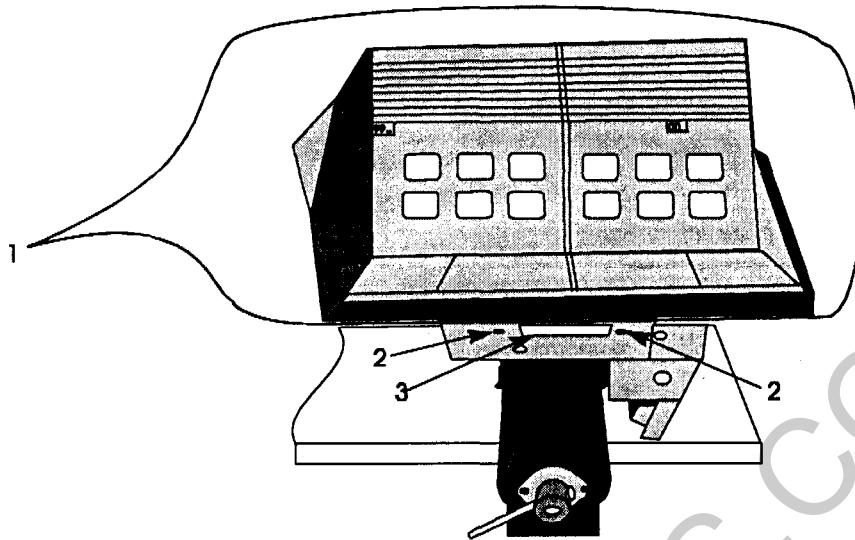
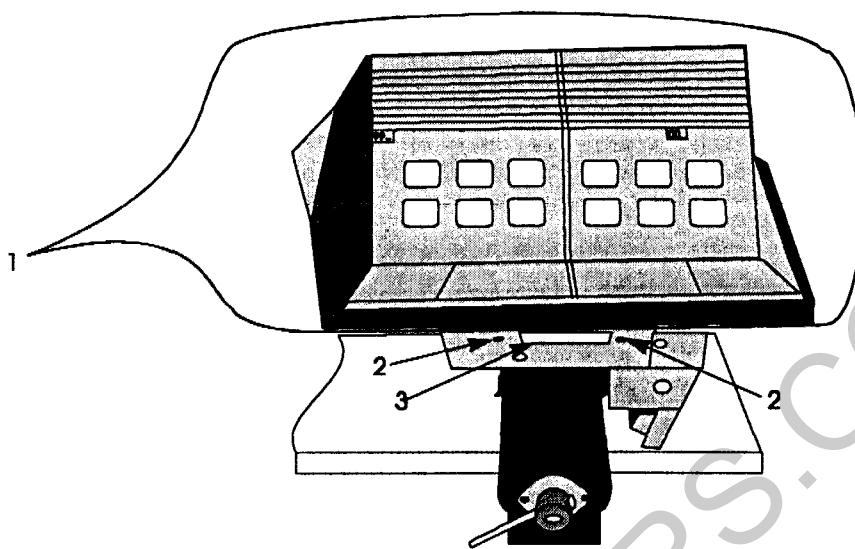
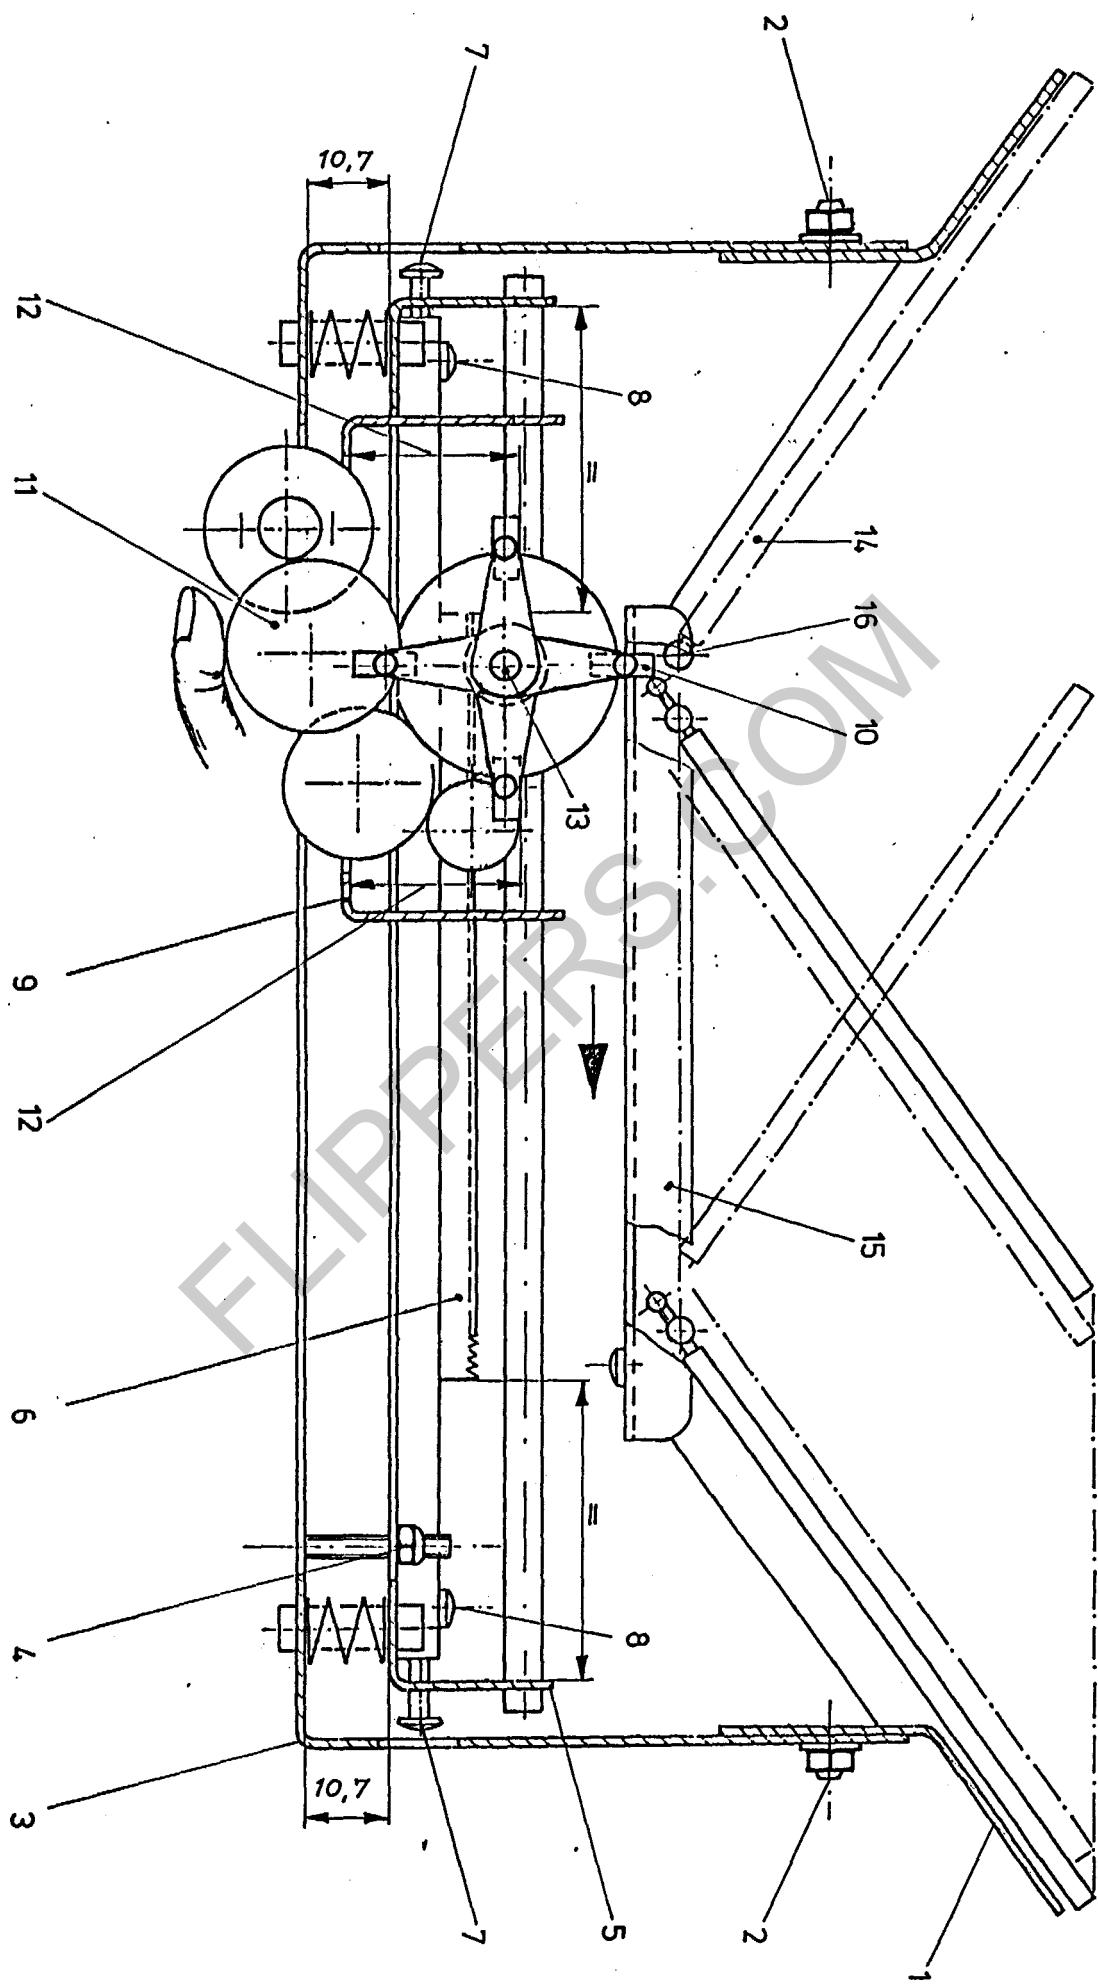

Fig. 1
Fig. 1
Fig.2
Zur weiteren Justage wird die Getriebeeinheit (Fig. 2, Pos. 9) in die untere Anschlagposition gefahren.
Einer der 4 Mitnehmermagneten (Fig. 2, Pos. 10) muß senkrecht zur Buchebene gestellt werden.
Durch Drehen des Zahnrades (Fig. 2, Pos. 11) unter dem Antrieb wird der Magnet in die senkrechte Position gedreht. Eine genaue Bestimmung der Magnetlage ist durch Messen des Abstandes (Fig. 2, Pos. 12) der beiden waagerechten Mitnehmer zum Getriebeboden möglich. Genaue Messung kann mit einem Schieblehren-Tiefenmaß vorgenommen werden. Bei dem Meßvorgang sollte die Antriebsachse (Fig. 2, Pos. 13) am großen Zahnrad festgehalten werden. Das gemessene Maß (Fig. 2, Pos. 12) soll an der Schublehre eingestellt bleiben.
Blätterwerk (Fig. 1, Pos. 1) auf das Chassis montieren. Die 4 Muttern (Fig. 1, Pos. 2) müssen angezogen werden. Die Buchseite (Fig. 2, Pos. 14), die mit der Achse senkrecht über dem senkrechten Magneten steht, muß ausgebaut werden. Dazu wird am oberen Ende des Buches der Haltwinkel (Fig. 2, Pos. 15) gelöst. Die entsprechende Buchachse (Fig. 2, Pos. 16) wird herausgezogen und die Kunststoffbuchseite entnommen. Die Buchachse (Fig. 2, Pos. 10) wird wieder in das Blätterwerk geschoben. Der senkrechte Magnet muß senkrecht unter der Buchachse liegen. Falls ein Versatz vorliegt, muß die Zahnstange (Fig. 2, Pos. 6) nachjustiert werden.
Die senkrechten Befestigungsschrauben (Fig. 2, Pos. 8) lösen, aber im leicht angezogenen Zustand belassen. Mit den waagerechten Justierschrauben (Fig. 2, Pos. 7) die Zahnstange bewegen.
Bei diesem Vorgang bewegt sich der Magnet bei stehendem Getriebe in entgegengesetzter Richtung. Nach erfolgter Justage muß zur Beurteilung der korrekten Lager der Magnet wieder in senkrechte Position gebracht werden. (Siehe Absatz 4: senkrechte Magneteinstellung). Dabei kann mit dem noch eingestellten Schieblehrenmaß der Abstand (Fig. 2, Pos. 12) wieder eingestellt werden.
Liegt die Buchachse noch nicht senkrecht über dem Magneten, muß der Justievorgang wiederholt werden. Anschließend die Justierschrauben (Fig. 2, Pos. 7) gegeneinander anziehen und die Befestigungsschrauben (Fig. 2, Pos. 8) anziehen.
Nachdem die entnommene Buchseite wieder eingebaut ist, sollten die erste und die letzte Buchseite durch Drehen des Zahnrades (Fig. 2, Pos. 11) angefahren und geblättert werden.
Der richtige Abstand zwischen Halter (Fig. 2, Pos. 3) und Chassis (Fig. 2, Pos. 5) ist eingestellt, wenn die beiden Polplatten (Fig. 3, Pos. 18) sich gleichzeitig an die Mitnehmerrolle (Pos. 17) anlegen (Fig. 2).
Falls die erste Polplatte in Drehrichtung anliegt (Fig. 4), dann ist der Abstand zwischen dem Mitnehmermagnet (Fig. 2, Pos. 10) und der Mitnehmerrolle (Fig. 3, Pos. 17) zu klein. Durch Rechtsdrehen der Mutter (Fig. 2, Pos. 4) wird der Abstand vergrößert.
Falls die zweite Polplatte in Drehrichtung anliegt (Fig. 5), dann ist der Abstand zwischen dem Mitnehmermagnet (Fig. 2, Pos. 10) und der Mitnehmerrolle zu groß. Durch Linksdrehen der Mutter (Fig. 2, Pos. 4) wird der Abstand verkleinert.
For adjustment purposes the motor book has to be removed from the jukebox and should be fixed in a vice (Fig. 1).
At first the title holder (Fig. 1, Pos. 1) has to be removed. Loosen the 4 nuts (Fig. 1, Pos. 1; Fig. 2, Pos. 2) and remove the title holder by bending the chassis slightly (Fig. 2, Pos. 3).
The distance between holder (Fig. 2, Pos. 3) and chassis (Fig. 2, Pos. 5) has to be adjusted to 10.7mm with the four adjustment screws (Fig. 2, Pos. 4; Fig. 6, Pos. 1 + 2).
Adjust the toothed rack (Fig. 2, Pos. 6; Fig. 6, Pos. 6) by means of the screws (Fig. 2, Pos. 7 + 8) to centre position of the chassis (Fig. 2, Pos. 5). The distances to each side of the chassis (Fig. 2, Pos. 6) should be equal.
For further adjustments move the gear unit (Fig. 2, Pos. 9) the bottom end stop.
One of the 4 magnets (Fig. 2, Pos. 10) has to be moved in vertical position according to the book level.
Move the magnet to vertical position by using the gear wheel (Fig. 2, Pos. 11) underneath the drive unit. By measuring the distance between both horizontal driving arms to the bottom of the chassis an exact determination of the drive arm position is possible. It can be done with the depth gauge of a vernier calliper. During the measuring procedure the drive shaft (Fig. 2, Pos. 13) should be fixed by holding the big gear wheel. Keep the measured distance in the vernier calliper.
Mount the title holder on the chassis (Fig. 1, Pos. 1). Tighten the four nuts (Fig. 1, Pos. 2). Remove the page which is standing vertically over the shaft (Fig. 2, Pos. 14). Then remove the retaining bracket on one side of the page shafts (Fig. 2, Pos. 15). Remove the plastic page by pulling out the according shaft (Fig. 2, Pos. 16). Push the shaft back into the book (Fig. 2, Pos. 10). The magnet has to stand vertically underneath the shaft. If there is any difference the toothed rack (Fig. 2, Pos. 6) has to be readjusted.
Loosen the vertical screws slightly (Fig. 2, Pos. 8), do not remove. Move the rack with the horizontal screws (Fig. 2, Pos. 7).
If the shaft position over the magnet not yet vertical, the adjustment has to be repeated. After this tighten the rack adjustment screws (Fig. 2, Pos. 7) to each other and tighten the rack fixing screws (Fig. 2, Pos. 7).
After installation of the removed title page, the first and last page should be rotated by moving the gear wheel (Fig. 2, Pos. 11) by hand.
The distance between holder (Fig. 2, Pos. 3) and chassis (Fig. 2, Pos. 5) is adjusted correctly if both pole plates (Fig. 3, Pos. 18) hitch up to the driver roller (Pos. 17) at the same time (Fig. 2).
If the first pole plate hitches up in rotation direction (Fig. 4) then the distance between the roller (Fig. 3, Pos. 17) and the magnet (Fig. 2, Pos. 10) is too small. By turning the nut clockwise (Fig. 2, Pos. 4) the distance will be increased.
If the second pole plate hitches up in rotation direction (Fig. 5) then the distance between the roller (Fig. 3, Pos. 17) and the magnet (Fig. 2, Pos. 10) is too large. By turning the nut anti-clockwise (Fig. 2, Pos. 4) the distance will be decreased.
Pour ajuster le livre porte-titre, il faut le démonter de l'appareil et par exemple le serrer dans un étau (Fig. 1).
Il faut aussi démonter le porte-titre (Fig. 1, Pos. 1). Pour cela, dévisser les 4 écrous (Fig. 1, Pos. 1; Fig. 2, Pos. 2) et démonter le porte-titre en pliant le chassis (Fig. 2, Pos. 3).
La distance entre le support (Fig. 2, Pos. 3) et le chassis (Fig. 2, Pos. 5) doit être de 10,7 mm. Pour cela, ajuster les 4 écrous (Fig. 2, Pos. 4; Fig. 6, Pos. 1 u. 2) aux 4 coins.
Avec les vis (Fig. 2, Pos. 7 et Pos. 8) on ajuste la crémaillère (Fig. 2, Pos. 6; Fig. 6, Pos. 6) au milieu du chassis (Fig. 2, pos. 5). Les distances entre crémaillère (Fig. 2, Pos. 6) et chassis à gauche et à droite doivent être les mêmes.
Pour l'ajustage suivant, bouger l'unité de mécanisme (Fig. 2, Pos. 9) jusqu'à la butée du bas.